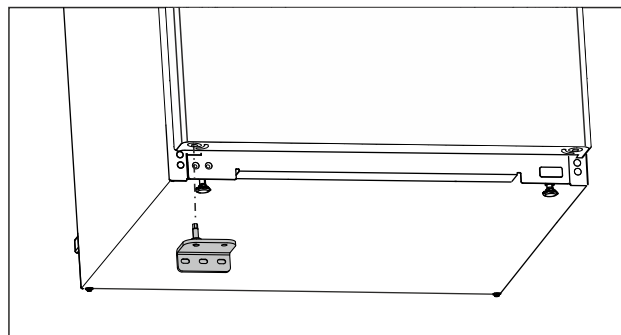

Fig. 16
- ▶ Sett inn den nedre lagerbukken på motsatt side. (se Fig. 16)